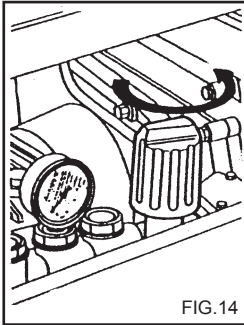

FIG.14
Il presente capitolo riguarda solo i modelli provvisti del dispositivo "Regolatore di pressione". Il dispositivo regolatore di pressione, fig. 14 permette di regolare la pressione di lavoro. Ruotando la manopola C in senso antiorario (B) (minimo) si ottiene così una riduzione della pressione di esercizio.